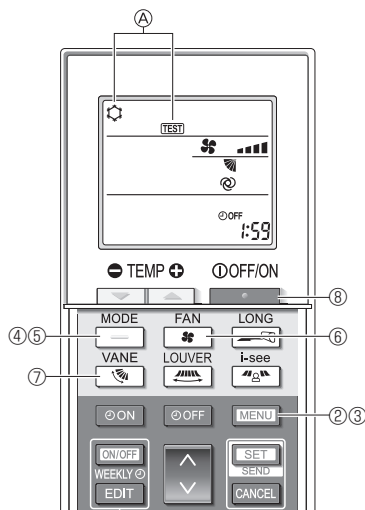

Fig. 8-5
- ① Ligue a alimentação à unidade, pelo menos, 12 horas antes do teste de funcionamento.
- ② Prima o botão **MENU** durante 5 segundos. (Fig. 8-5) (Efetue esta operação quando o visor do controlo remoto estiver desligado.)
- ③ Prima o botão **MENU**. São apresentadas a indicação **A** [TEST] (TESTE) e o modo de funcionamento em curso. (Fig. 8-5)
- ④ Prima o botão **—** para ativar o modo de arrefecimento e, em seguida, verifique se sai ar frio da unidade.
- ⑤ Prima o botão **—** para ativar o modo de aquecimento e, em seguida, verifique se sai ar quente da unidade.
- ⑥ Prima o botão **—** e verifique se a velocidade da ventoinha muda.
- ⑦ Prima o botão **—** e verifique se a palheta automática funciona corretamente.
- ⑧ Prima o botão **—** para parar o teste de funcionamento. (Depois de decorridas duas horas, será emitido um sinal para parar o teste de funcionamento.)